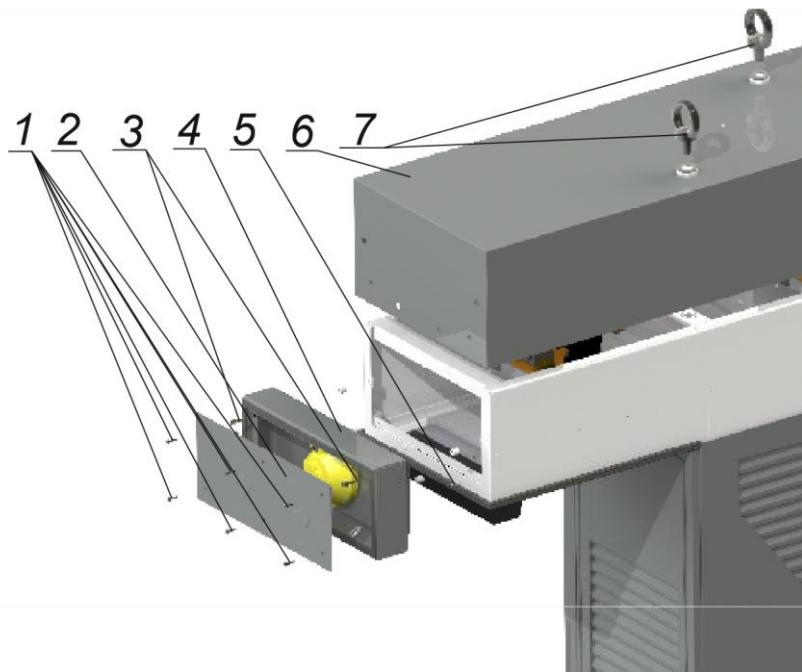

Рисунок 7.7. Розташування реле постійного струму
1. Відкрутити гвинти 1 (Рисунок 7.7).
2. Зняти кришку 2 (Рисунок 7.7).
3. Відкрутити гвинти 3 (Рисунок 7.7).
4. Зняти тримач кабелю 4 (Рисунок 7.7).
5. Відкрутити гвинти 5 Рисунок 7.7.
6. Відкрутити вушко болтами 7 (Рисунок 7.7).
8. Зняти кришку 6 (Рисунок 7.7).